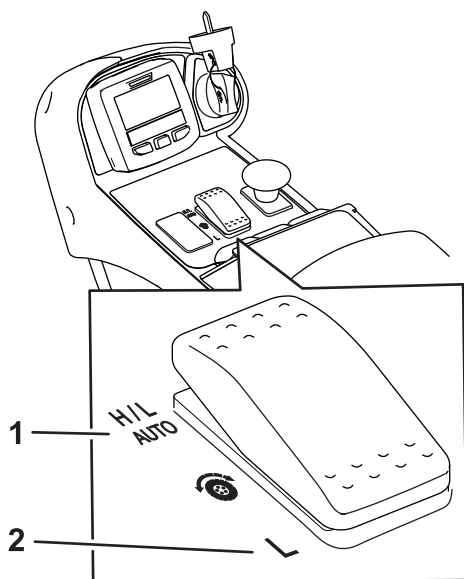
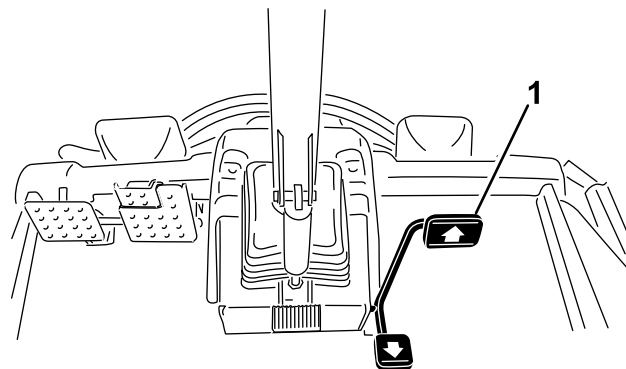

Figure 27
Figure 28
- Dans des conditions de fonctionnement normales, cette machine devrait fonctionner en plaçant le sélecteur de gamme à la position H/L AUTO (Figure 27). Cette position permet à la machine d'alterner automatiquement entre les gammes haute et basse, selon qu'elle est utilisée pour la tonte ou le transport.
- Lorsque vous sélectionnez la position GAMME BASSE (Figure 27), la machine fonctionnera toujours en mode gamme basse. Ce réglage est à privilégier lorsque vous utilisez la machine dans un atelier, que vous la chargez ou la déchargez d'une remorque, quand vous gravissez des pentes raides ou pour toute autre opération qui ne nécessite pas une vitesse de déplacement élevée.
Cette machine possède 2 gammes de vitesse de déplacement : la gamme basse et la gamme haute. Le sélecteur de gamme permet de sélectionner les positions suivantes (Figure 27) :
Cette fonction permet de régler la vitesse maximale de la machine quand vous poussez la pédale à fond en marche avant (Figure 28). Vous pouvez régler une vitesse séparée pour la gamme basse et la gamme haute (Figure 27).